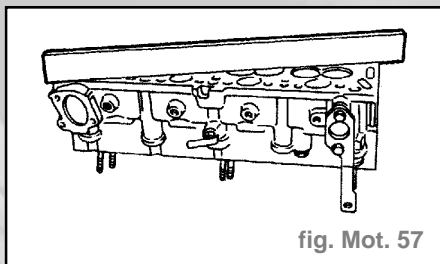

fig. Mot. 57
- Présenter une règle rectifiée suivant : (fig. Mot. 57)